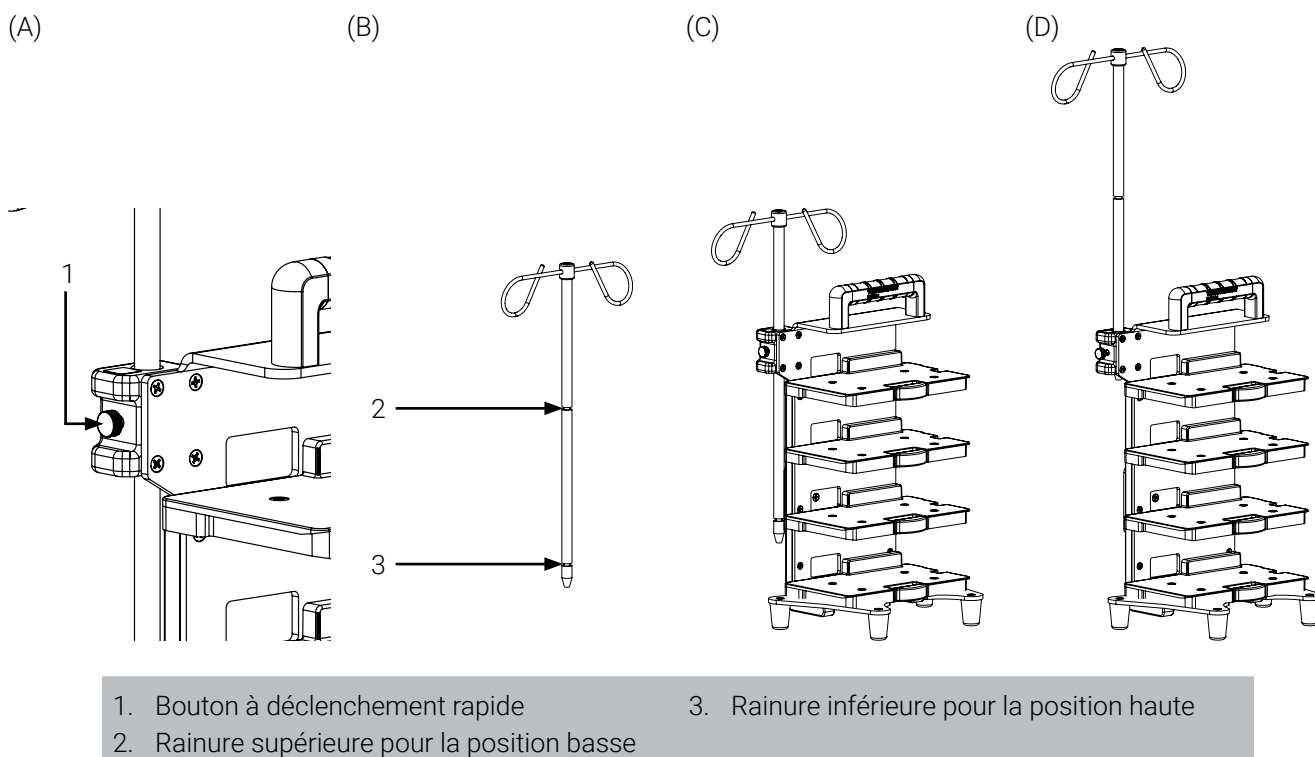

Figure 6: Mécanisme de sécurité du support de la tige à soluté
- **Pour verrouiller** le support de la tige à soluté, relâcher le bouton à déclenchement rapide (Figure 6 A), puis descendre ou monter la tige à soluté jusqu'à ce qu'elle se verrouille dans l'une des rainures de la tige à soluté, selon vos besoins de positionnement spécifiques :
- Descendre la tige à soluté jusqu'à ce qu'elle atteigne et se verrouille dans la rainure supérieure (Figure 6 B-1), pour la position basse (Figure 6 C).
- Monter la tige à soluté jusqu'à ce qu'elle atteigne et se verrouille dans la rainure inférieure (Figure 6 B-2), pour la position haute (Figure 6 D).
- **Pour déverrouiller** le support de la tige à soluté, tirer et maintenir le bouton à déclenchement rapide du support de la tige à soluté (Figure 6 A).